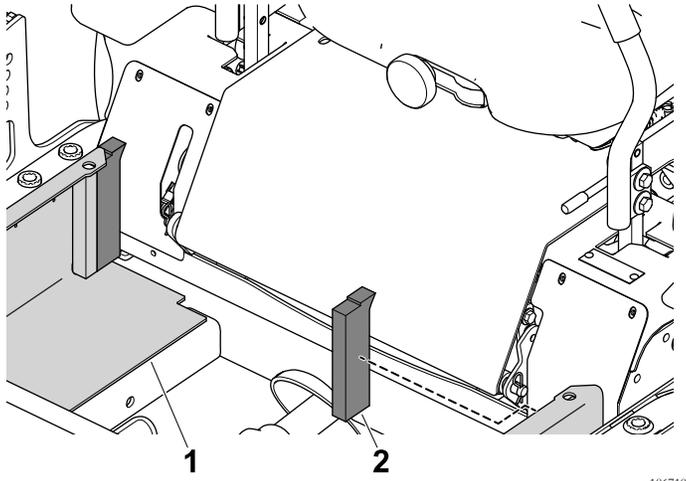

Figura 10
2. Rimuovete la parte posteriore e applicate la tenuta in schiuma sintetica al telaio (Figura 10).